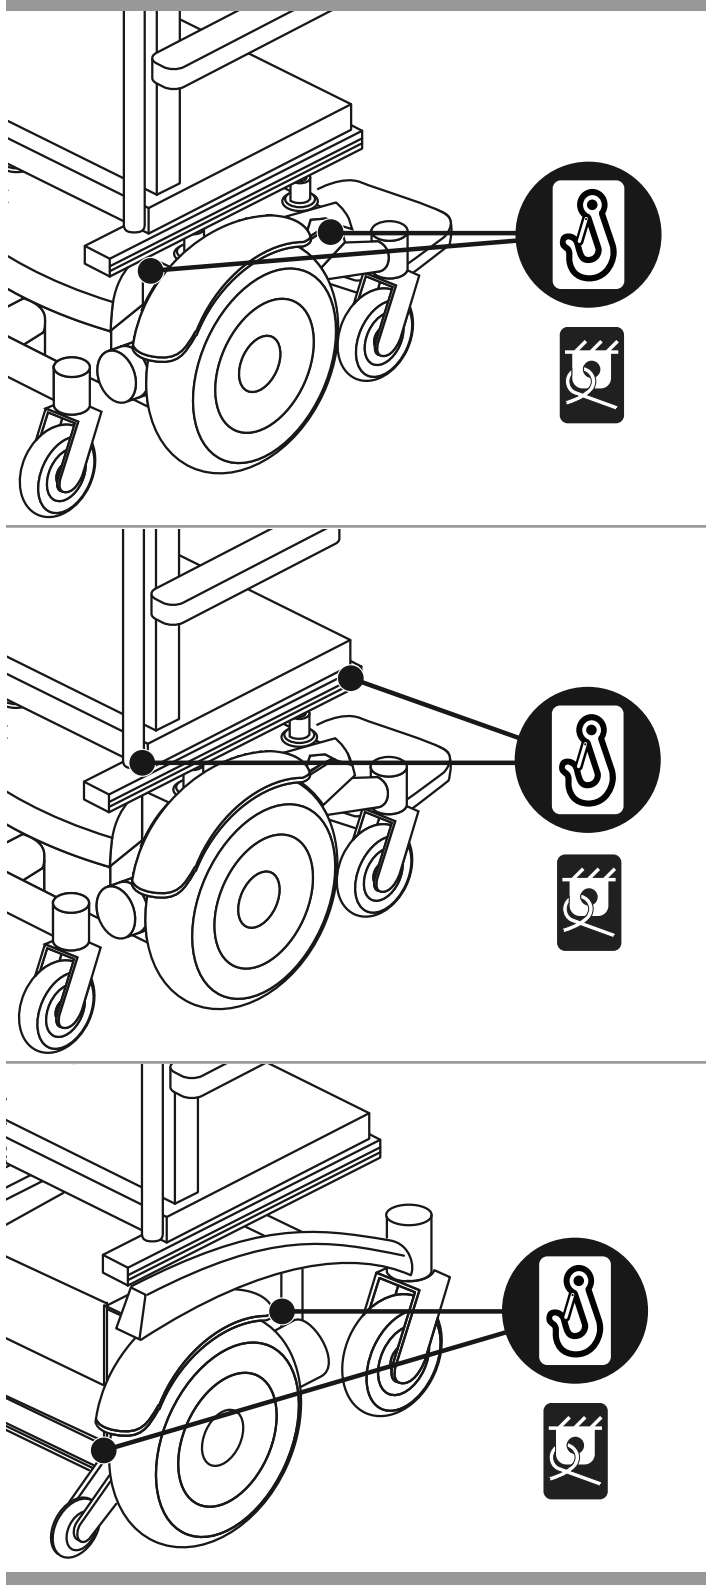

Figure 3. WTORS Ceinture de retenue à 4 points d'arrimage (Vue de droite)
- Le système d'ancrage pour le transport d'un fauteuil occupé est conforme aux standards ANSI/RESNA WC/Vol. 4, Section 19/ISO 7176-19. Voir les figures 3 et 4.